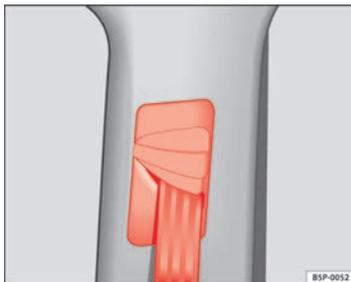

Fig. 17 Localização de montagem do regulador do cinto de segurança em altura
- Pressionar a guia da faixa superior do cinto de segurança na zona de cima e mantê-la nessa posição ⇒ Fig. 17.